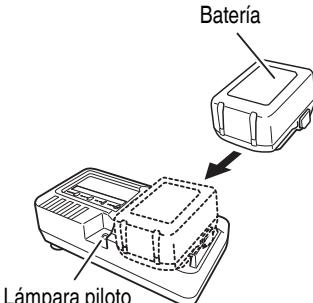

Fig. 6
2. Inserte la batería en el cargador de baterías. Inserte la batería en el cargador de baterías como se muestra en la Fig. 6. Cerciórese de que haya quedado en contacto con la base del cargador de baterías.